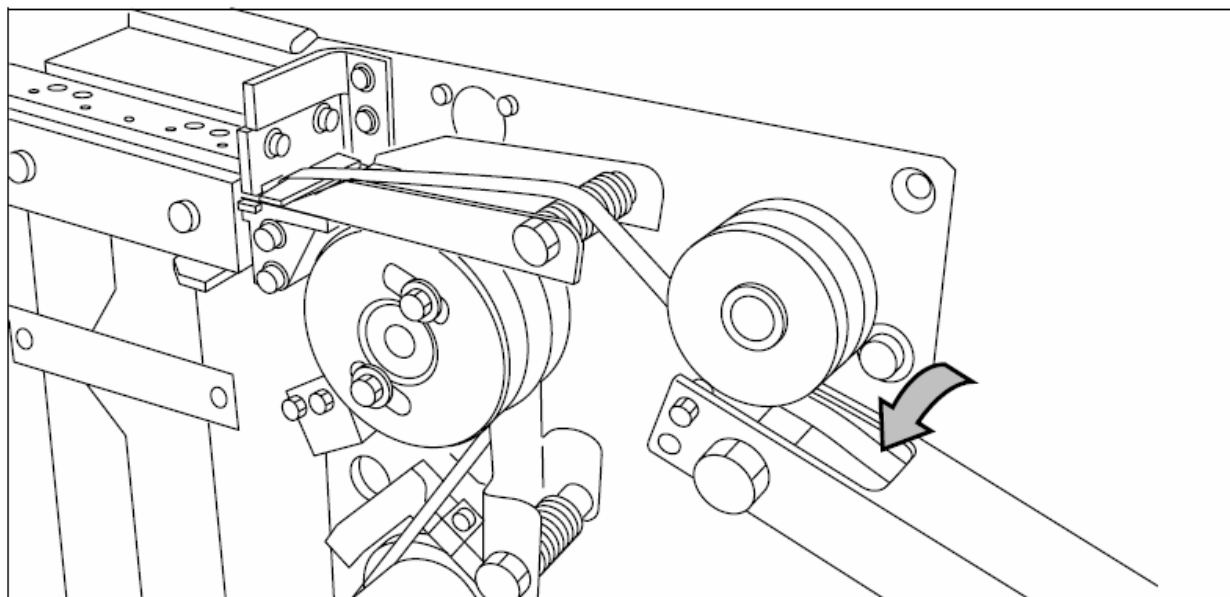

Рисунок 119. Показано, как ввести передний конец защитной ленты в паз на направляющей
4. Введите передний конец защитной пленки в паз, предусмотренный на направляющей (см. рисунок 119).